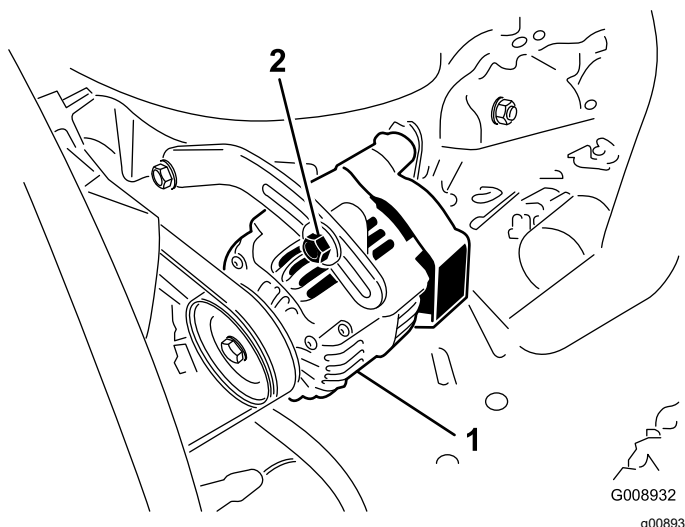

Figure 77
Vérifiez l'état et la tension des courroies (Figure 77) toutes les 100 heures de fonctionnement.
2. Si vous n'obtenez pas une flèche de 10 mm, desserrez les boulons de fixation de l'alternateur (Figure 77).